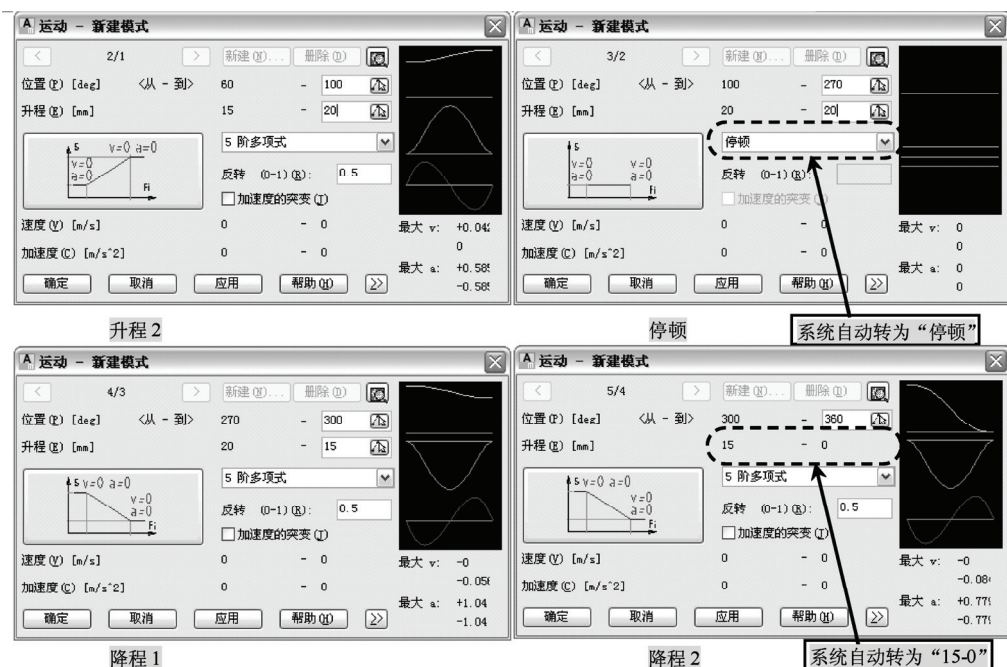

图 12-41 运动选项操作
7) 根据已知条件, 继续绘制凸轮运动过程的位移路线图。单击“新建”按钮, 按照上一步的操作设置相关数据。设置完成后单击“确定”按钮, 返回“凸轮设计和计算”对话框。如图 12-41 所示。凸轮运动示意如图 12-42 所示 (单击“模拟”按钮, 可以通过在“运动图表”中拖动鼠标来观看凸轮的运动)。